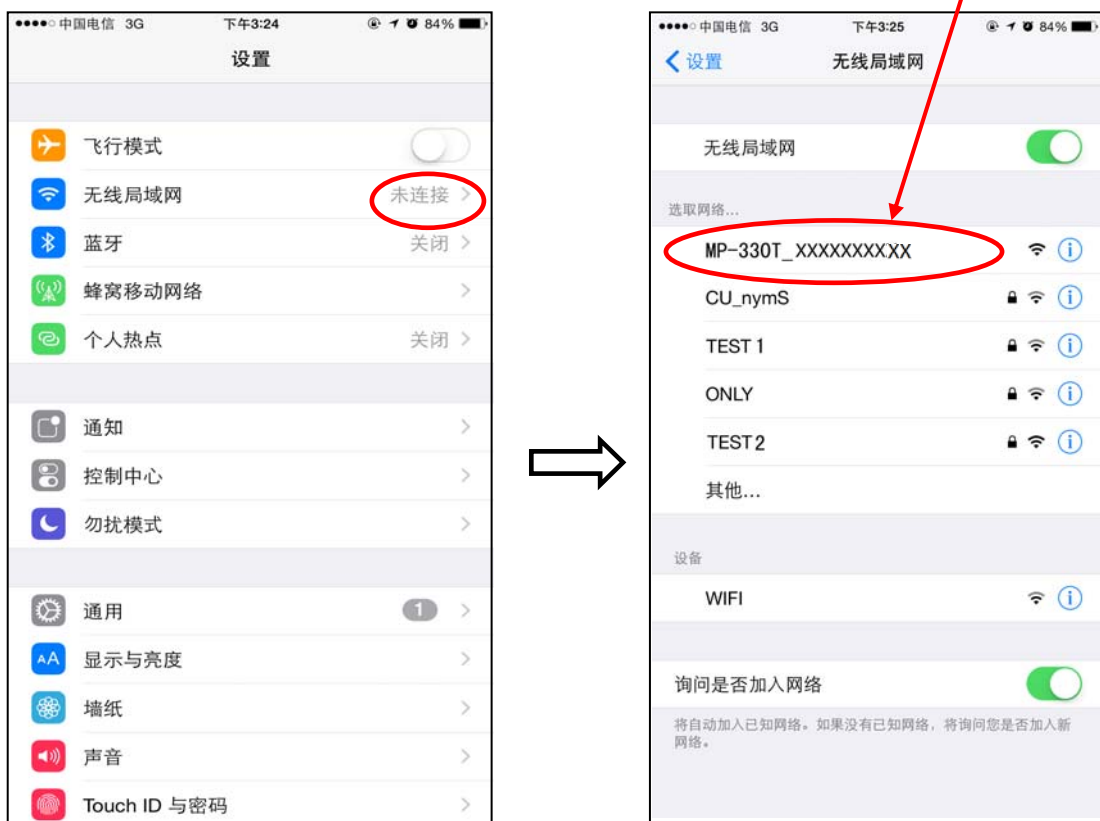

图 3
2. 点击手机“设置”键，弹出设置界面，开启“WLAN”功能，点击手机搜索到的打印机Wi-Fi进行连接，打印机Wi-Fi名称默认为“打印机型号+10位SN码”组成（如图3）。